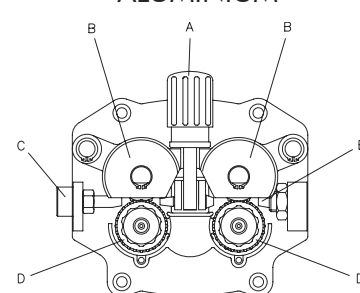

FIG. 9
- Desserrer et abaisser le bouton en plastique (A) et relâcher le levier presse-fil (B) (Fig.9). Extraire les résidus de fil éventuels de la gaine guide-fil (E).
- Relâcher le fil de la bobine et le tenir serré avec une paire de pinces de façon à ce qu'il ne puisse pas se dérouler. Si nécessaire, le redresser avant de l'introduire dans le guide d'entrée (C) du fil. Y introduire le fil en le faisant passer au-dessus du galet inférieur (D) et dans la gaine guide-fil (E).
- Ouvrir le panneau latéral. Desserrer et abaisser le bouton en plastique (A) et relâcher le levier presse-fil (B) (Fig.9). Couper le fil (s'il a déjà été chargé) en le tenant toujours serré avec des pinces de façon à ce qu'il ne se déroule pas et le lier sur le trou spécifique du rochet. Dévisser la buse, enlever la pointe de la torche et avec une paire de pinces extraire le fil de la gaine.